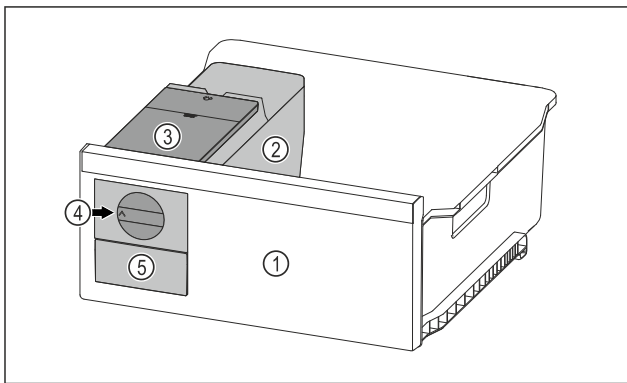

Fig. 108 Примерно изображение
- ▶ Завъртете въртящото се копче Fig. 108 (4) по часовниковата стрелка до упор.
- ▷ Ледените кубчета падат от формата за ледени кубчета в чекмеджето за ледени кубчета Fig. 108 (5).